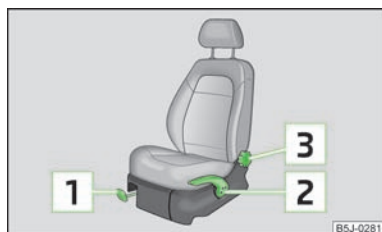

Fig. 33
- Tirar de la palanca **1** » fig. 33 hacia arriba, desplazando al mismo tiempo el asiento hasta la posición deseada.
- Si se quiere subir el asiento, tirar de la palanca **2** » fig. 33 hacia arriba o bombear.
- Descargar el respaldo (no apoyarse en él) y girar la ruedecilla de mano **3** » fig. 33 para ajustar la inclinación del respaldo deseada.